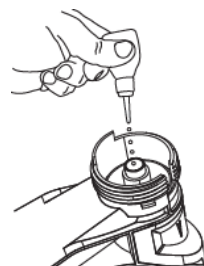

fig. 20
20. Placez une goutte d'huile domestique à l'intérieur du pulvérisateur (fig. 20).